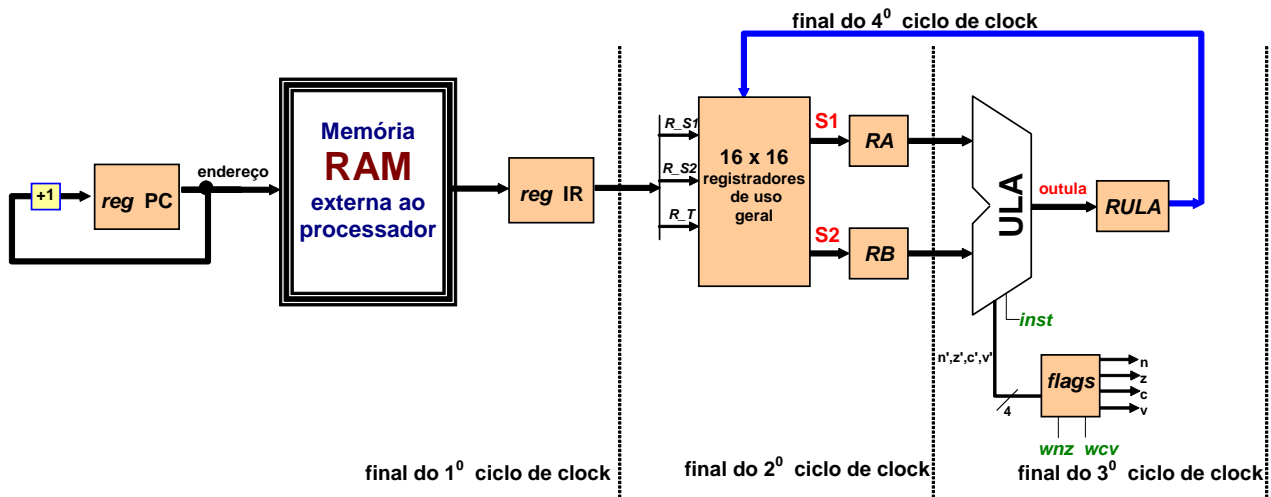

Figura 5 - Fluxo de execução de instruções lógico-aritméticas.
- A Figura 5 ilustra a execução do quarto ciclo de clock para as operações lógico-aritméticas.